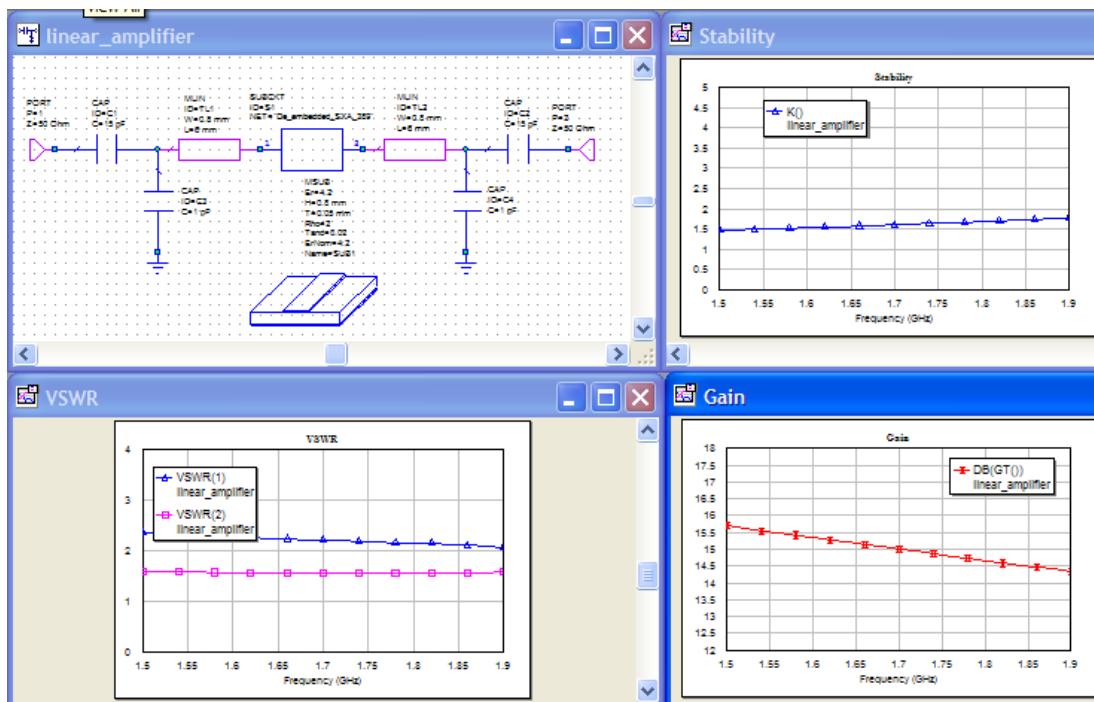

Рис. 3.5. Результаты моделирования усилителя мощности
5.3.1. Для этого выбрать команду «Analyze» в меню «Simulate». График с расчетными характеристиками появится на экране (см. рис. 3.5).